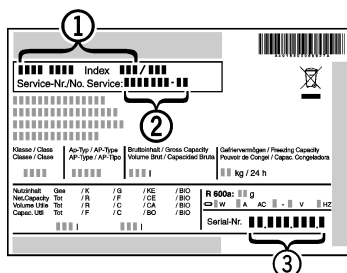

Fig. 4
- ▶ Apparaataanduiding *Fig. 4 (1)*, service-nr. *Fig. 4 (2)* en serie-nr. *Fig. 4 (3)* van het typeplaatje aflezen. Het typeplaatje bevindt zich aan de linkerkant binnen in het apparaat.
- ▶ Contact opnemen met de Technische Dienst en het probleem, apparaataanduiding *Fig. 4 (1)*, service-nr. *Fig. 4 (2)* en serie-nr. *Fig. 4 (3)* mededelen.